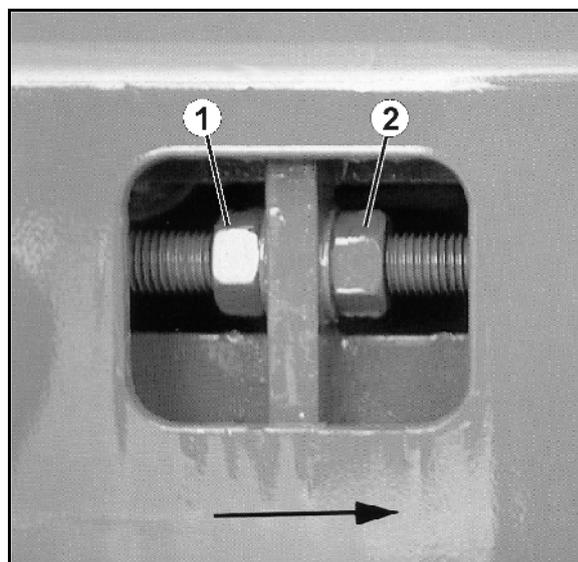

Fig. 44
1. In Fahrtrichtung gesehen (siehe Pfeil) beidseitig hintere Kontermuttern (Fig. 44/1), durch Linksdrehen lösen.
2. In Fahrtrichtung gesehen (siehe Pfeil) beidseitig Muttern (Fig. 44/2) gleichmäßig nach links drehen.
Der Verstellweg der Mutter (Fig. 44/2) muss auf beiden Seiten des Bandbodens gleich groß sein. Beide Muttern (Fig. 44/2) nicht mehr als  $\frac{1}{2}$  Schlüsselumdrehung verdrehen. Kontermuttern festziehen und prüfen, ob das Förderband wieder gleichmäßig angetrieben wird.